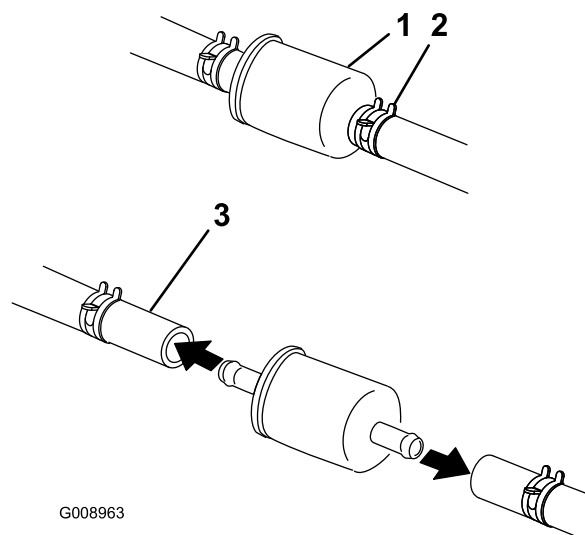

Figure 45
5. Fermez le robinet d'arrivée de carburant situé derrière le siège (Figure 45).
6. Pincez les extrémités des colliers et éloignez les colliers du filtre (Figure 45).
8. Posez un filtre neuf et rapprochez les colliers de fixation du filtre (Figure 45).